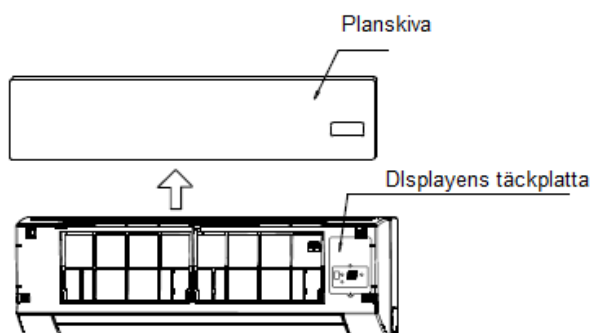

Fig.7-1
1. Ta ut planskivan och demontera displayens täckplatta (bild 7-1).